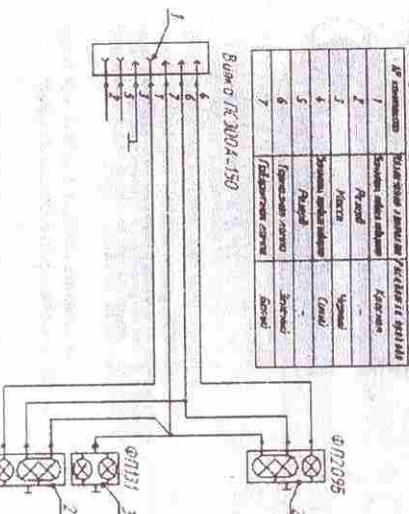

Рис. 22. Схема электрическая принципиальная 1 — вилка осветительная ПСЗ00А-150; 2 — фонарь, задний ФП12095; 3 — фонарь осветительный номерного знака ФП1131
4.10. Система электрооборудования (рис. 22). Электрооборудование прицепа постоянного тока напряжением 12В от сети трактора